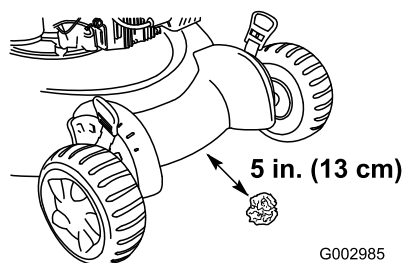

Figure 26
- Placez la boule de papier journal à 13 cm (5 po) devant la tondeuse (Figure 26).